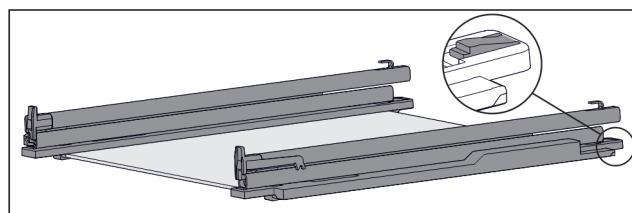

Fig. 125 Glasplade med skinner og holdedele
- ▶ Tryk den bageste del af holdedelen ned (se Fig. 125) , og skub samtidigt skinnen bagud.